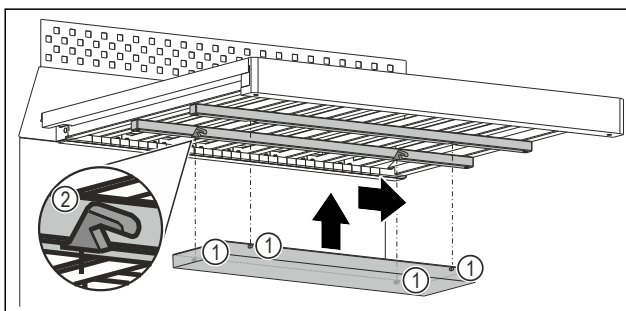

Fig. 159 Primjer izgleda
- Gurnite svaki rukavac Fig. 159 (1) u odgovarajući otvor Fig. 159 (2) na letvicama ispod drvene rešetke.